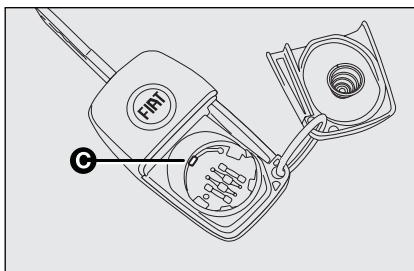

fig. 8
- ☐ la nuova pila va inserita sotto il dentino **C-fig. 8** di fermo; quindi riposizionare lo sportellino e premerlo fino a sentire lo scatto di bloccaggio.